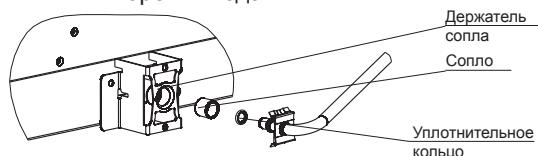

рис. 11
■ Для замены сопла горелки пода (см. рис. 11) необходимо отвинтить два винта крепления скобы держателя сопла, вытянуть скобу с соплом из горелки (на себя). Отверткой отсоединить крепление от скобы и заменить сопло.